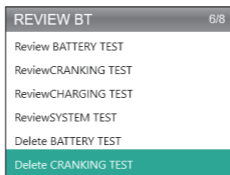

Figure 5.1.4
4. Sélectionnez Révision BT et appuyez sur [OK]. Huit options apparaissent à l'écran (voir la Figure 5.1.4), notamment l'examen des tests de la batterie, des tests du démarreur, des tests de charge et des résultats des tests du système.